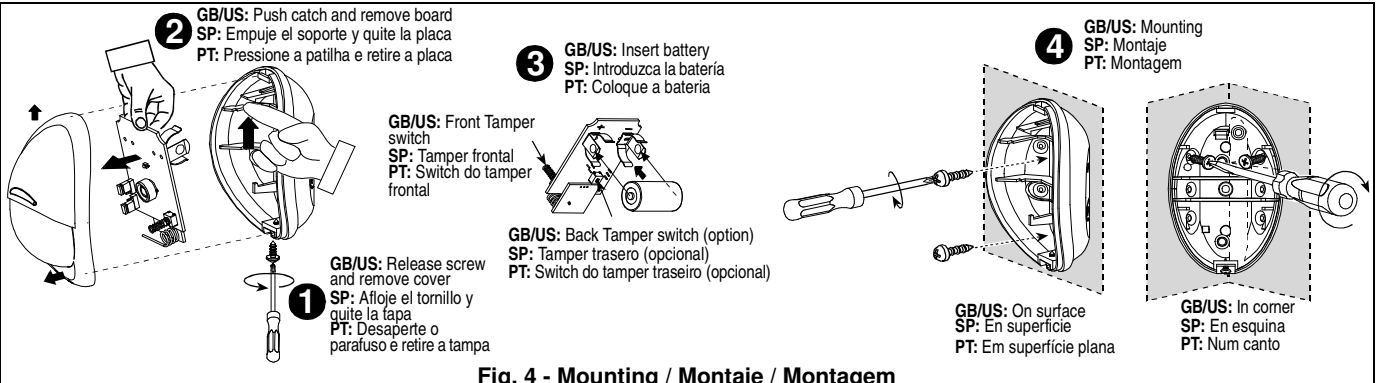

Fig. 4 - Mounting / Montaje / Montagem
1. Montagem (ver fig. 4).
2. Instalação da bateria (ver fig. 4)
Com a bateria no seu lugar, pressione ambos os tampers de forma simultanea (ver a fig. 4) e solte-os. O LED frontal pisca durante 2 minutos até que o detector se estabilize.